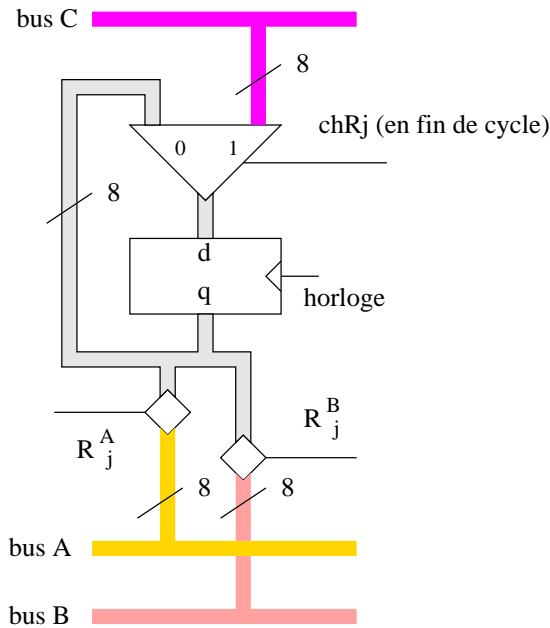

FIG. 1 – Organisation interne d'un registre de la PO procesim
1.1 Structure interne des registres (figure 1)